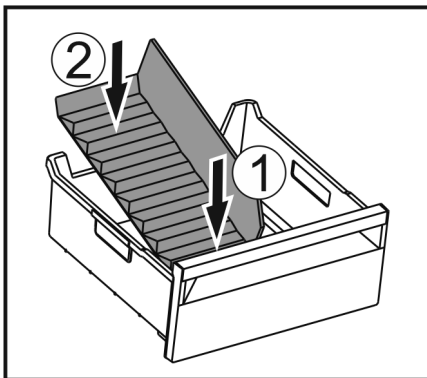

Fig. 121
- ▶ Поставете предната част на разделителя на отделението за лед. Fig. 121 (1)
- ▶ Спуснете задната част на разделителя на отделението за лед до дъното на чекмеджето. Fig. 121 (2)